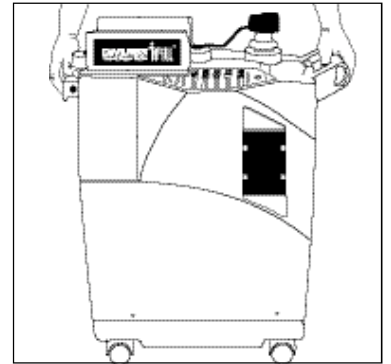

Figura 1
Hay tres (3) métodos para transportar la estación de oxígeno personal iFill DeVilbiss de manera segura (Figura 1):